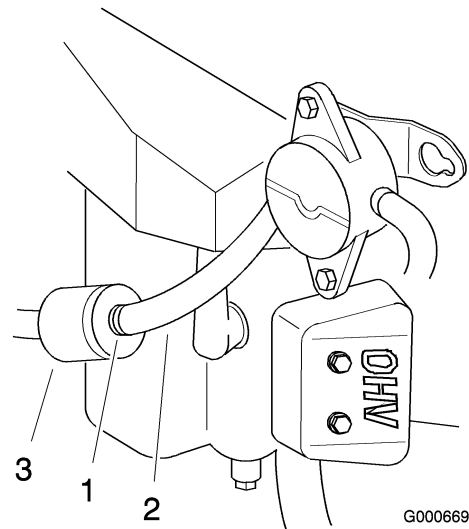

Bild 39
5. Drücken Sie die Enden der Schlauchklemme zusammen und schieben Sie sie an der Kraftstoffleitung nach oben zum Kraftstofftank (Bild 39).
6. Ziehen Sie die Kraftstoffleitung vom Filter (Bild 39). Öffnen Sie den Kraftstoffhahn und
5. Drücken Sie die Enden der Schlauchklemmen zusammen und schieben Sie sie vom Filter weg (Bild 39).